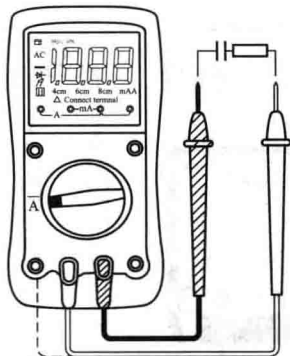

图 1-9 直流电流测量
(1) 根据测量电流的大小选择适当的电流测量量程, 如图 1-9 所示。
(2) 将红、黑表笔的一端插入孔中。
(3) 红表笔接触电压高的一端, 黑表笔接触电压低的一端。